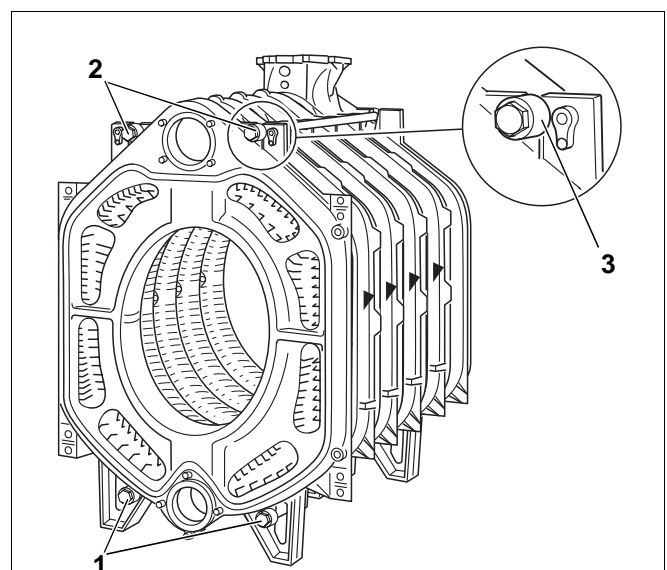

Рис. 17
- Вставить анкерные штанги с надетыми пакетами пружин в литые выступы слева и справа, сверху и снизу рядом со ступицами котла (рис. 17, поз. 1, 2 и 3).